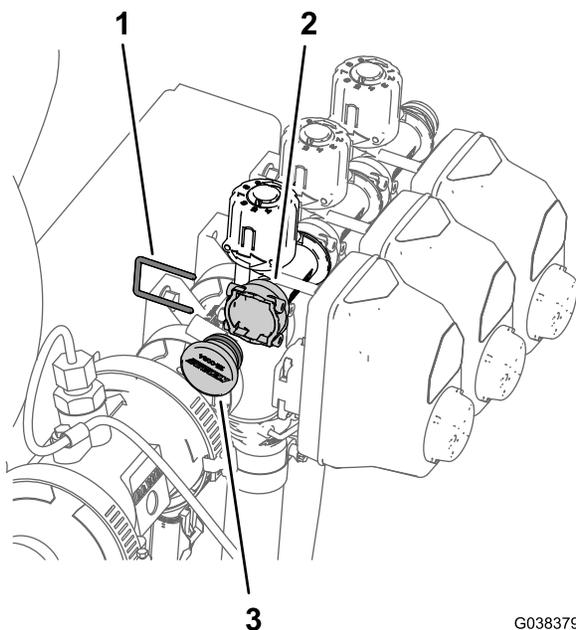

図 83
- バイパスマニホルドのソケット付きクイックコネクTFィッティングにプラグを固定しているリテーナを外す 図 83。
2. ソケット付きクイックコネクソケットからプラグを取り外す 図 83。